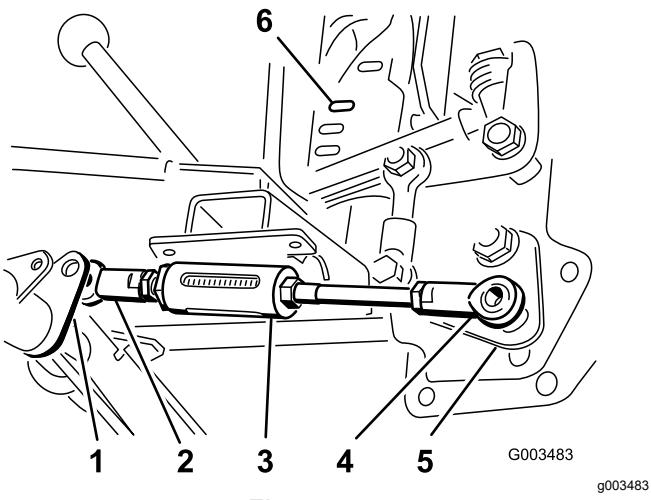

Figura 7
1. Posizionate il giunto a sfera del braccio corto del gruppo asta regolabile a destra della leva per l'asta regolabile presente sul tubo orientabile (Figura 7).
3. Collocate il giunto a sfera del braccio lungo del gruppo asta regolabile sul perno che sporge dalla parte inferiore del gruppo maniglia di sollevamento e fissatelo, senza serrarlo, mediante un dado di bloccaggio (½") (Figura 7).